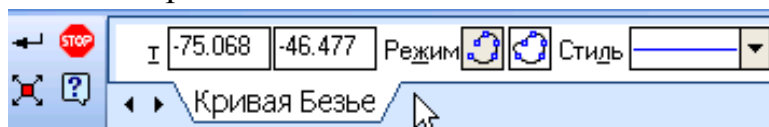

Рис. 6 Панель свойств в прикрепленном состоянии внизу главного окна.
**Панель свойств** служит для управления параметрами текущей команды и процессом ее выполнения. В качестве примера на рис. 6 показана панель свойств при выполнении команды **Кривая Безье**. Присутствуют команды **Координаты следующей точки кривой**, **Режим**